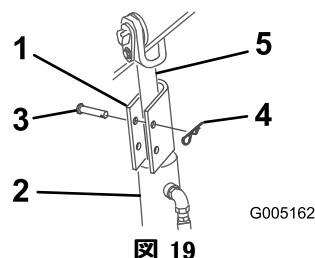

図 19
4. ローダアームのシリンダロックを各昇降シリンダロッドにはめる（図 19）。
5. 各ローダアームのシリンダロックをクレビスピンとコッターピンで固定する（図 19）。